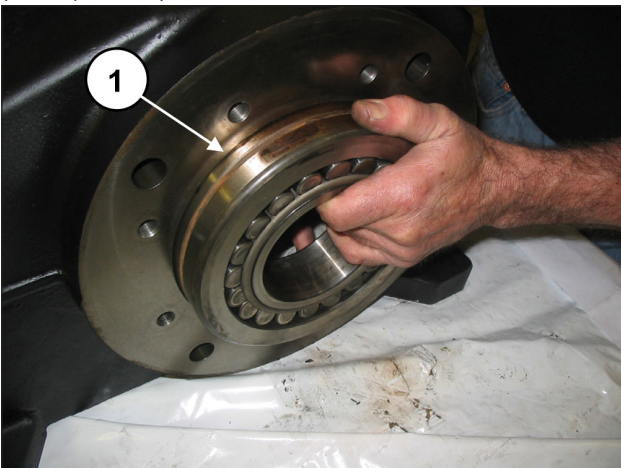

Abb. 30
Entnehmen Sie an der gegenüberliegenden Seite das Lager (Pos. ①, Abb. 30).